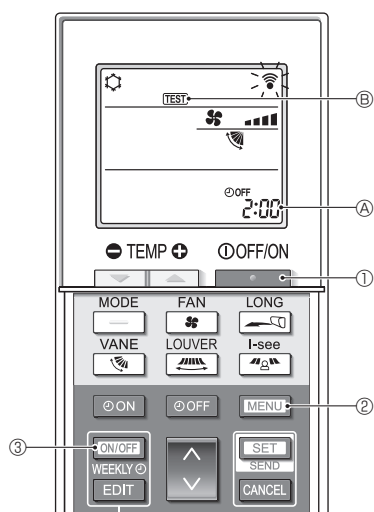

Fig. 7-5
■ Prueba de funcionamiento (Fig. 7-5)
- Pulse el botón **ON/OFF** ① para detener el acondicionador de aire.
- Si el temporizador semanal está activado (se muestra **WEEKLY**), pulse el botón **ON/OFF WEEKLY** ③ para desactivarlo (no se muestra **WEEKLY**).
- Pulse el botón **MENU** ② durante 5 segundos.
- Pulse el botón **MENU** ②.
- Se muestra **TEST** ⑥ y la unidad entra en el modo de prueba de funcionamiento.